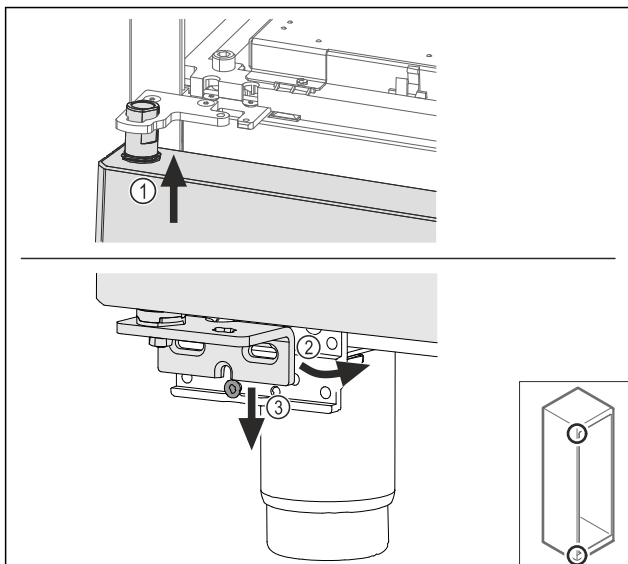

Fig. 68
- Rahlo nagnjena vrata vstavite zgoraj Fig. 68 (1), poravnajte vrata Fig. 68 (2) in jih spodaj postavite na vijak ležajnega podstavka Fig. 68 (3).